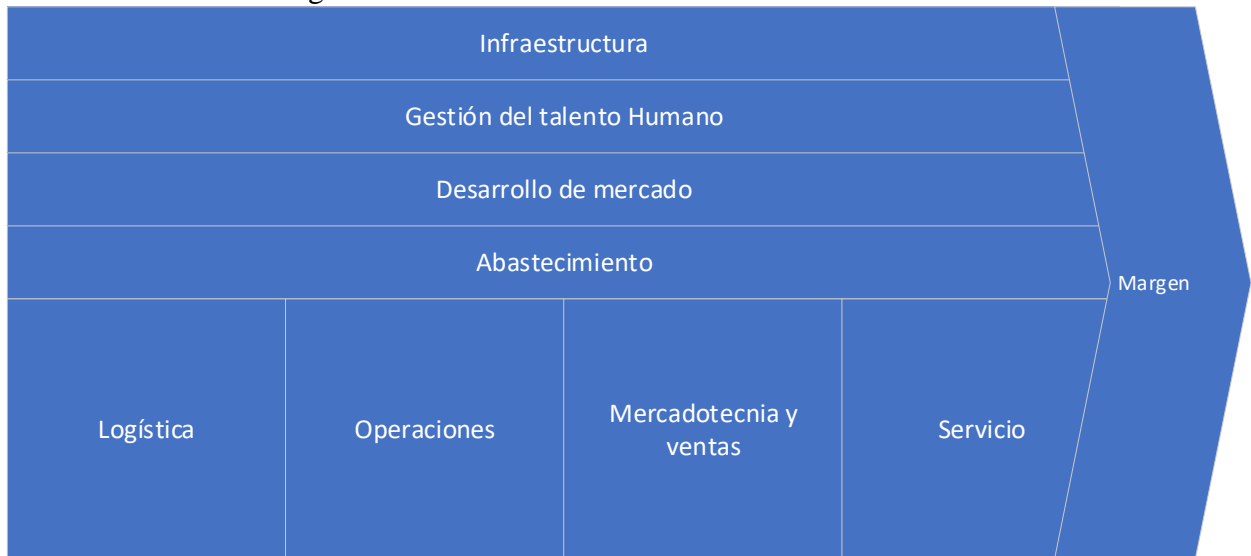

*Figura 3. Mapa Estratégico. Fuente: Porsche (2017).*
**1.1.5 Mapa estratégico** . En la figura 3, a continuación, se muestran los objetivos principales en los que se están enfocando el mapa estratégico